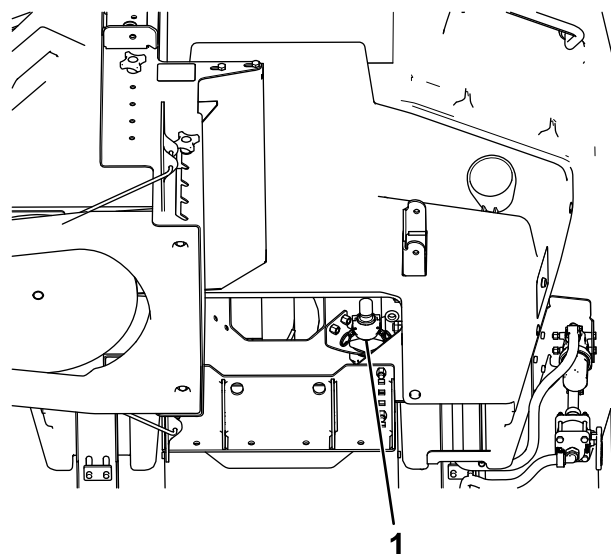

Figure 54
6. Localisez la buse de pulvérisation sous le capot arrière (Figure 54).